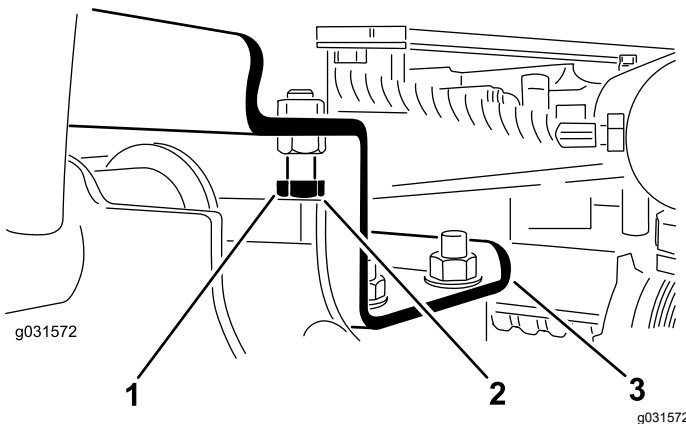

Figure 13
- A. Desserrez les boulons d'arrêt (Figure 13).
2. Vérifiez que l'écartement entre chaque bras de levage et le boulon d'arrêt est compris entre 0,13 et 1,02 mm, comme montré à la Figure 13.